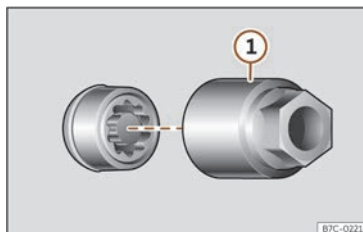

Fig. 210 Boulon antivol de roue avec capuchon et adaptateur.
- Encastrez l'adaptateur spécial >>> **fig. 210 ①** (outillage de bord >>> page 332) sur le boulon de roue antivol jusqu'à la butée.